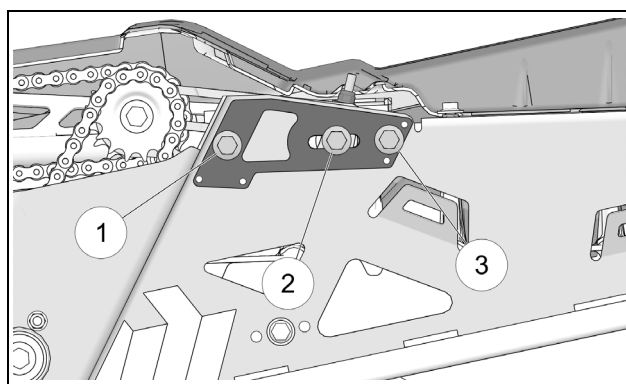

Figure 12
- Resserrer les boulons de fixation (1), (2) et (3) du tendeur de chaîne à un couple 90 N-m [67 lb-pi]. Voir la Figure 12.